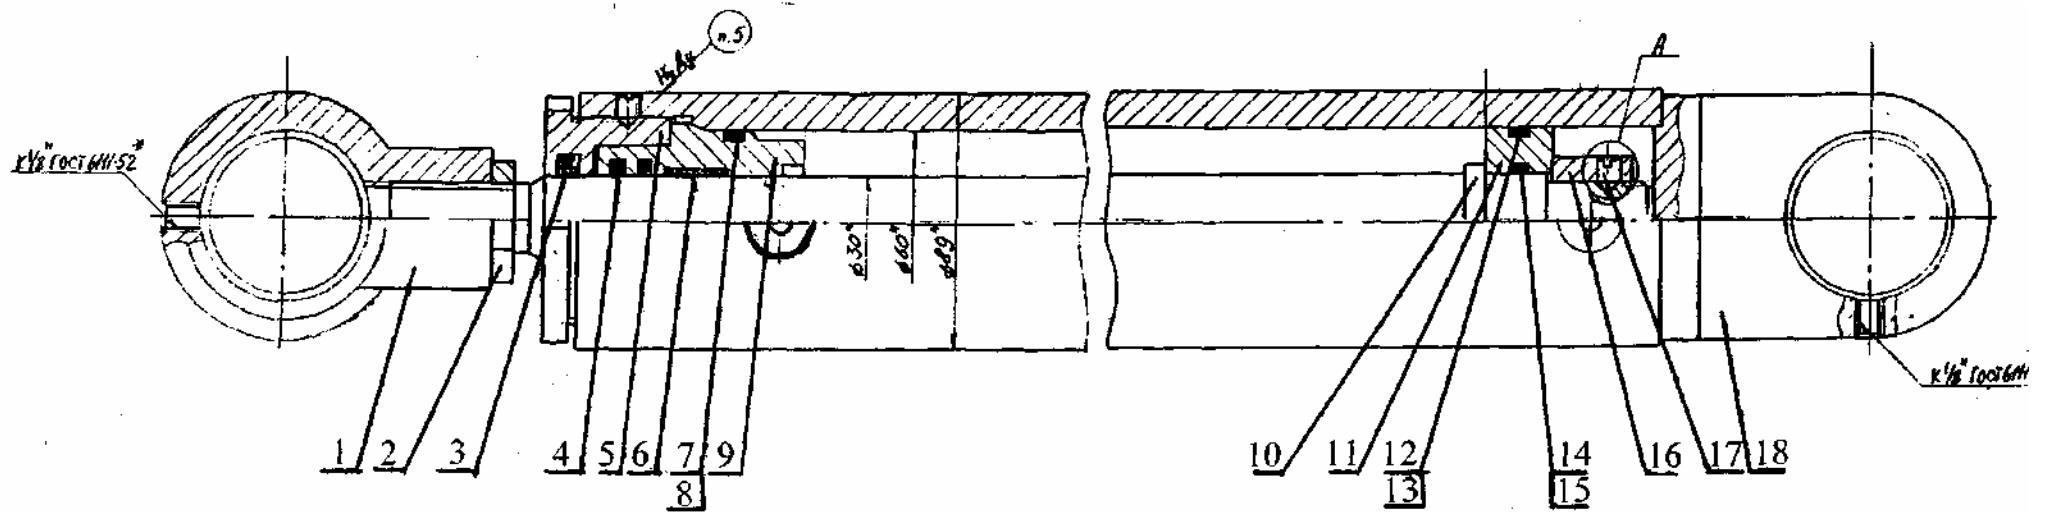

Рис. 31 Гидроцилиндр наклона
8.1. Гидроцилиндр наклona (рис. 31)